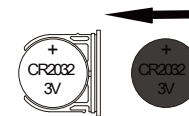

fig.2
- Insérez la pile CR2032 dans le compartiment, le pôle positif (+) de la pile doit être orienté vers le haut (fig. 2)